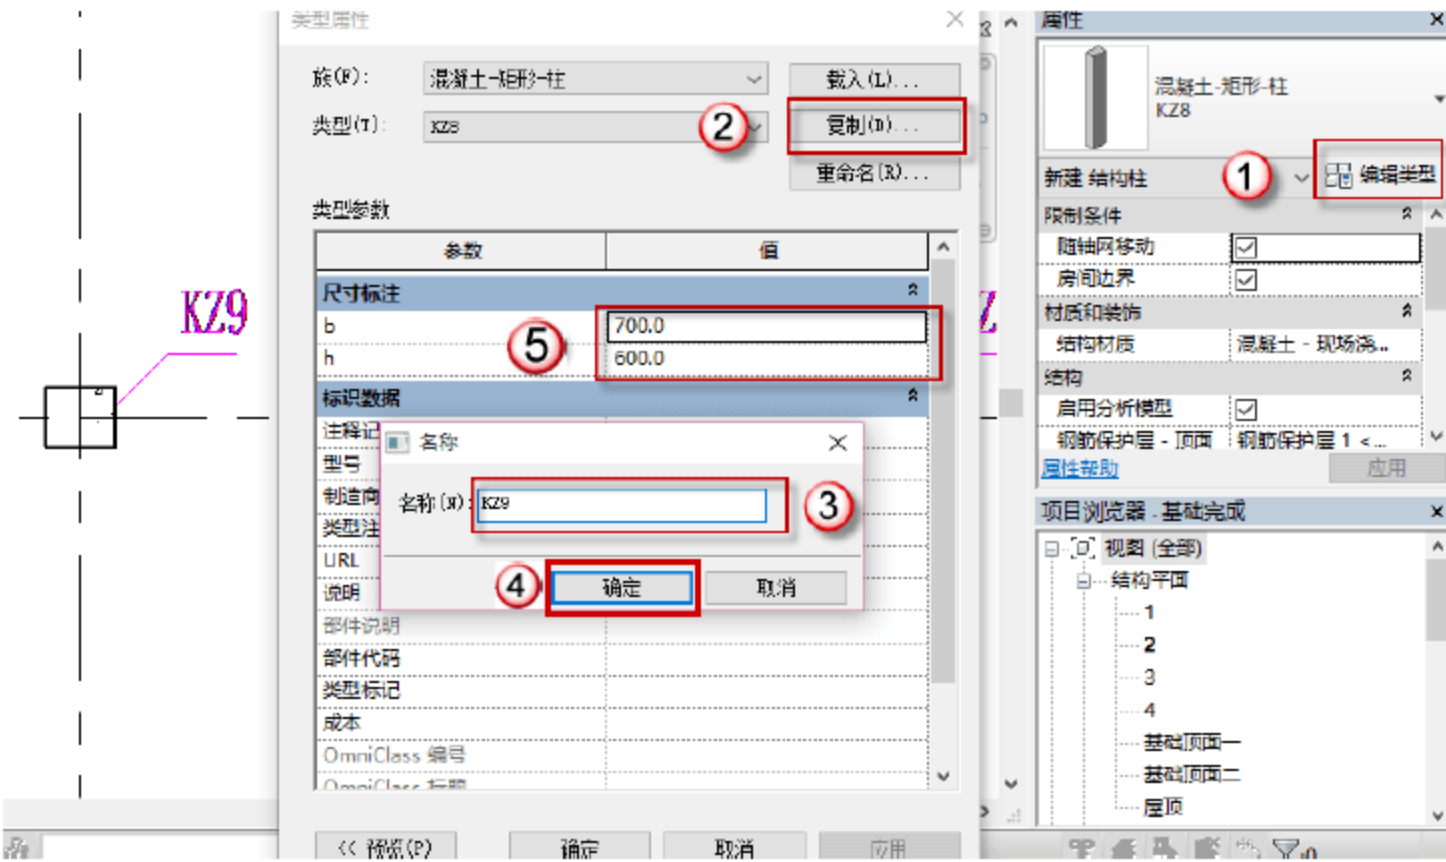

图 4.1.19 设置矩形框架柱 KZ9
(19) 设置矩形柱 KZ9 参数，按快捷键 C+L，出现绘制的界面，单击“编辑类型”按钮，在弹出的对话框中单击“复制”按钮，再在弹出的对话框中命名新的族 KZ9，单击“确定”按钮。在“尺寸标注”栏设置参数，如图 4.1.19 所示。